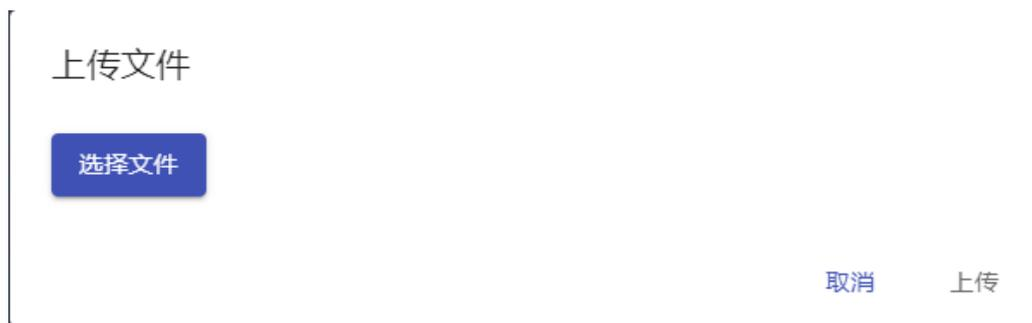

图 11-10：选择文件
4. 点击“选择文件”，选择软件升级包“firmware.bin”，如图 11-10 所示。